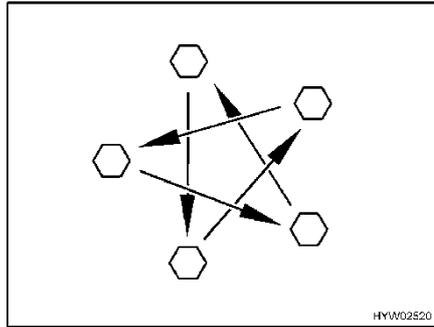

Fig. 224 Apretar las tuercas o los tornillos de las ruedas en forma de cruz
- Comprobar periódicamente que las tuercas o tornillos de las ruedas estén firmemente apretados. Volver a apretar las tuercas de rueda o los tornillos de rueda de una rueda cambiada después de 50 km (Fig. 224). Par de apriete, véase apartado 14.5.2.
- Al utilizar llantas nuevas o recién pintadas, reajustar además las tuercas de rueda o los tornillos de rueda después de aprox. 1000 a 5000 km (Fig. 224).
- ▷ Apretar en forma de cruz las tuercas o los tornillos de las ruedas (Fig. 224).